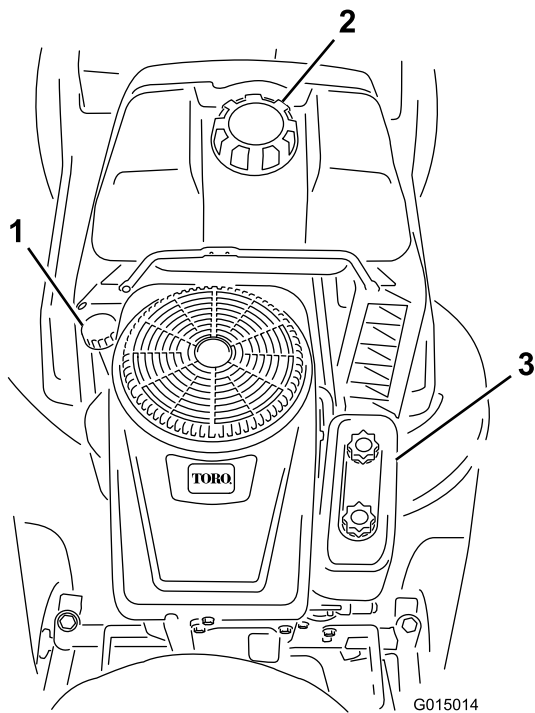

Figure 17
- Nettoyez la surface autour de la jauge d'huile (Figure 17) pour éviter que des impuretés ne s'introduisent dans le goulot de remplissage, ce qui risquerait d'endommager le moteur.
- Versez lentement environ 80 % de la quantité d'huile spécifiée dans l'orifice de remplissage (Figure 17). Contrôlez le niveau d'huile (voir les points 6 et 7 de la rubrique Contrôle du niveau d'huile).